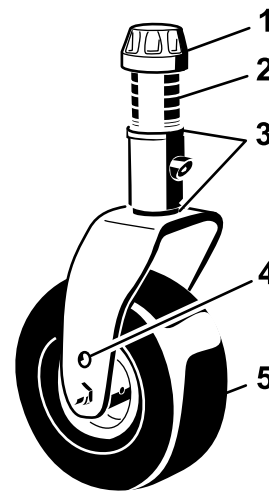

Figura 14
4. Togliete il cappuccio di tensione dall'asse del perno ed estraete il perno dal braccio della ruota orientabile (Figura 14).